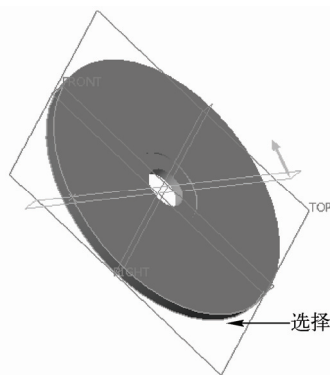

图 5-14 选择点和外表面
STEP 02 在功能区选项板的“模型”选项卡中，单击“基准”面板中的“平面”按钮，弹出“基准平面”对话框，按住〈Ctrl〉键的同时，依次选择点和光盘的外表面，如图 5-14 所示。